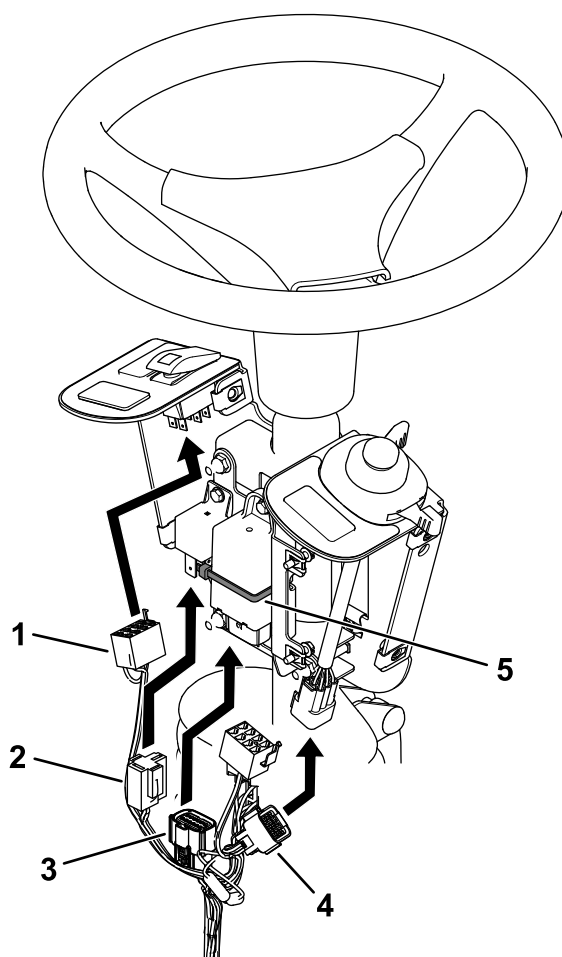

Figura 8
5. Asigurai unitatea de semnalizare cu ajutorul unui colier de cablu (Figura 8).
6. Conectai cablajul la întrerupătorul basculant i la comutatorul multifuncțional (Figura 8).
7. Conectai cablajul la releu i la unitatea de semnalizare (Figura 8).